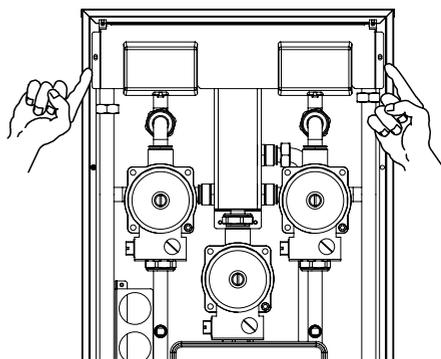

Figura 4.1
- Rimuovere la protezione svitando le viti che la fissano Figura 4.1.